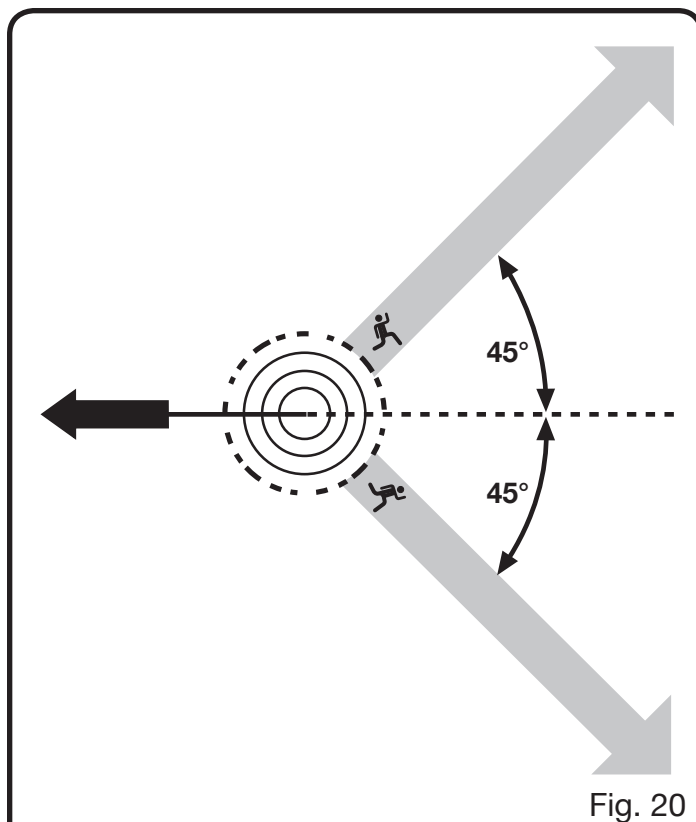

Fig. 20
Voir les figures 20 à 23.
- Avant de commencer une coupe, déterminer un chemin d'échappement (ou plusieurs au cas où le chemin prévu serait bloqué) débarrasser les environs immédiats et s'assurer qu'aucun obstacle se trouve sur le chemin d'échappement prévu. Les trajectoires sécuritaires du chemin d'échappement doivent se situer à l'arrière et en diagonale (45°) à l'arrière de la ligne de chute prévue. Lorsque l'arbre commence à tomber, il faut s'écarter de la ligne de chute et suivre le chemin d'échappement et s'éloigner d'au moins 6 m (20 pi) du tronc au cas où l'arbre rebondirait sur la souche. *Voir la figure 20.*